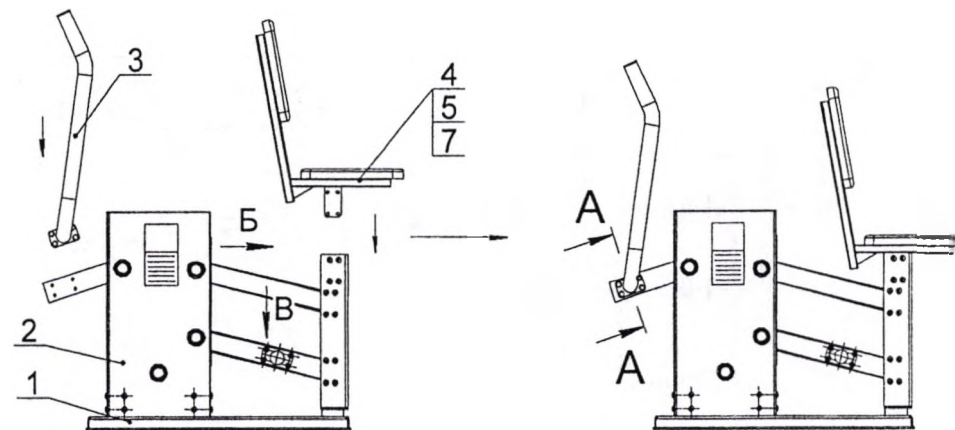

Рис.5
10.3.3 Провести сборку тренажера (рис.5... 8):